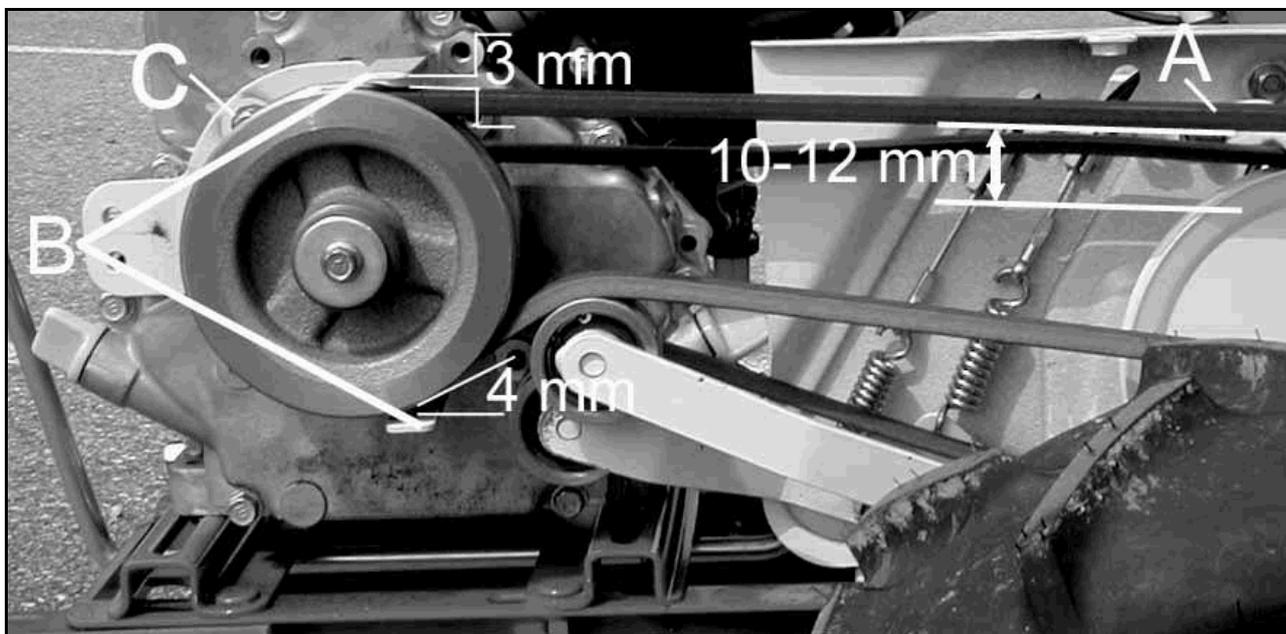

Figure 21
- Quand vous appuyer sur cette courroie avec un doigt (figure 21, repère A) la flèche doit être comprise entre 10 et 12 mm (figure 21). Si tel n'est pas le cas, modifier la tension du câble de commande des lames. Reportez-vous au chapitre « **Tension du câble commandant la rotation des lames** » page 22.
- Vérifiez aussi l'espace entre la courroie et les pattes de la pièce empêchant la courroie de sauter (figure 21, repère B).
- L'espace entre la patte supérieure et la courroie doit être de 3 mm (figure 21).
- L'espace entre la patte inférieure et la courroie doit être de 4 mm (figure 21).
- Dans le cas contraire, dévissez l'écrou maintenant cette pièce (figure 21, repère C), puis bouger la jusqu'à respecter les jeux. Revissez l'écrou, le réglage effectué.